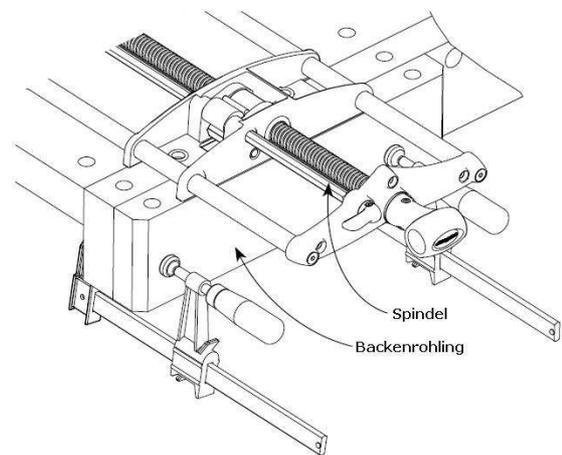

Abbildung 4: Platzierung des Backerohlings und des Zangenmechanismus
- Bohrungen für Bankhaken: Die Backe sollte dick genug sein um Bohrungen für Bankhaken aufnehmen zu können. Diese dienen dazu Werkstücke auf der Oberfläche der Hobelbank fest zu spannen. Idealerweise sollten diese Bohrungen in einer Reihe mit denen in der Platte der Werkbank liegen. Außerdem müssen diese Bohrungen so angebracht werden, dass sie nicht mit den diversen Stäben und Schrauben der Mechanik in Konflikt geraten. (s. **Abbildung 4**)